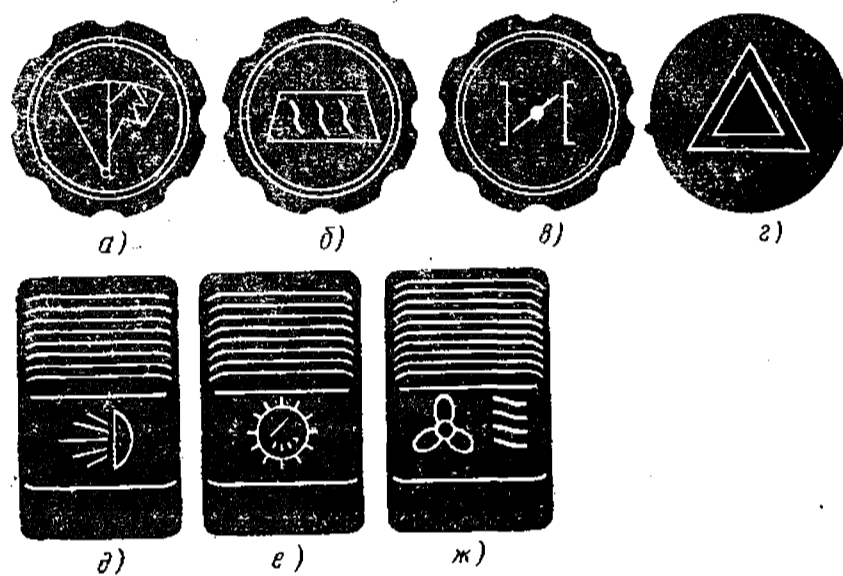
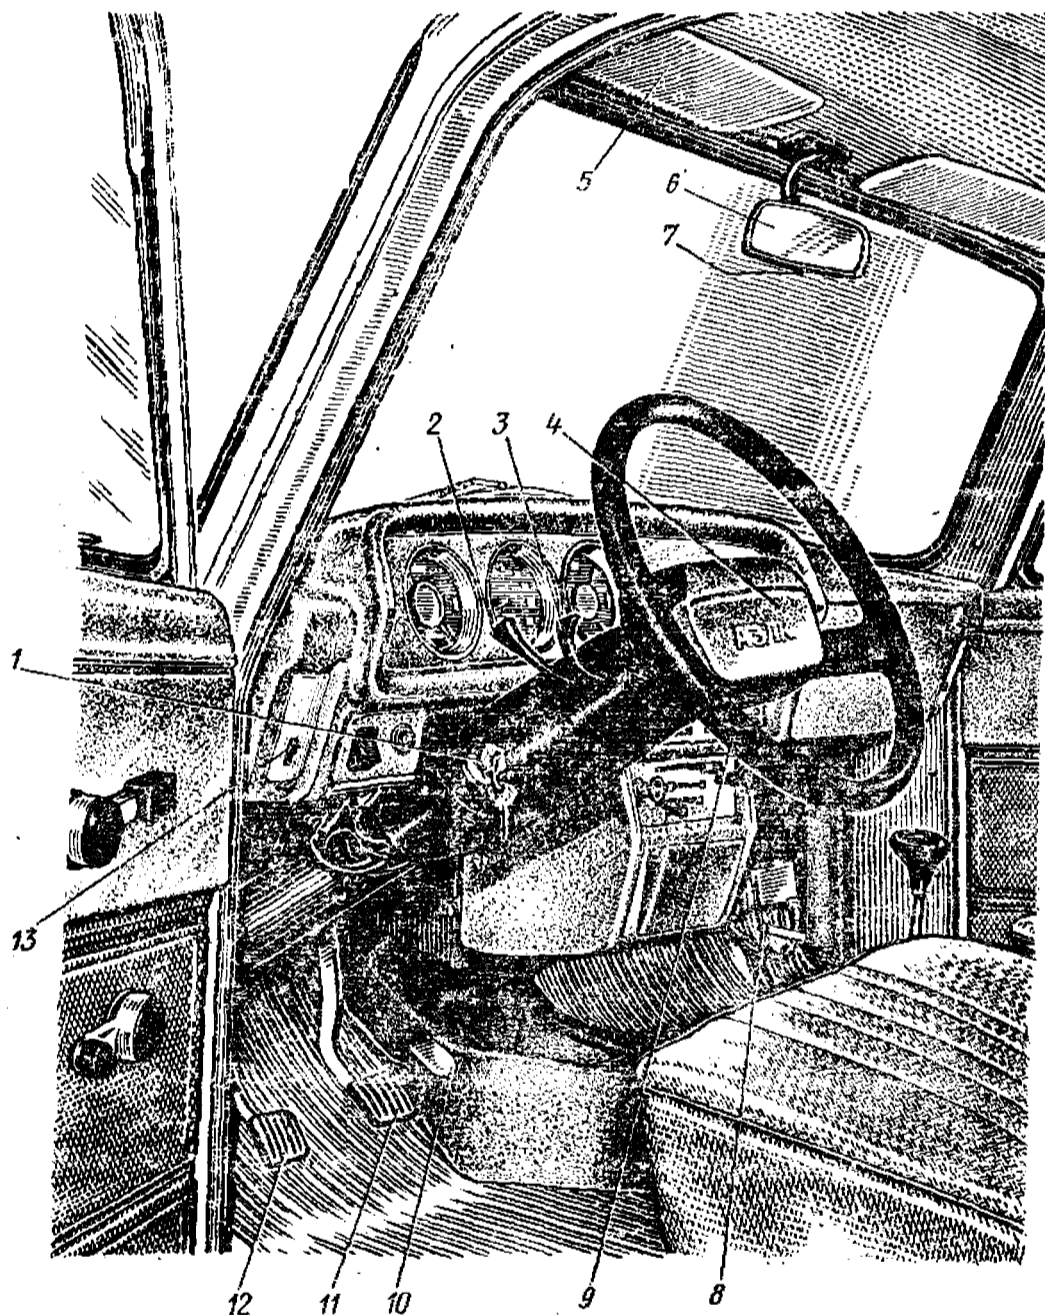

Рис. 24. Символические изображения на торцах ручек и клавиш органов управления:
Рис. 25. Органы управления и оборудование места водителя:
Для удобства пользования ручками и клавишами органов управления, размещенных на панели приборов и под ней, на торцах ручек и клавиш даны символические изображения их функциональных назначений (рис. 24). Расположение органов управления и контрольно-измерительных приборов показано на рис. 25—28.
Выключатель (замок) *1* (рис. 25) зажигания и стартера скомбинирован с противоугонным устройством. Ключ в выключателе (замке) *1* (рис. 26) зажигания может быть установлен в одно из следующих фиксируемых положений:
Рычаг *2* (см. рис. 25) переключателя света фар может занимать три фиксируемых положения (см. рис. 27): *I* — фары выключены; *II* — включен ближний свет; *III* — включен дальний свет. При этом включение света возможно лишь при заранее нажатой клавише *16* выключателя (см. рис. 28) наружного освещения.
**Рычаг 3** (см. рис. 25) переключателя указателей поворота может занимать три фиксируемых положения: среднее — нейтральное, когда указатели поворотов выключены (1, см. рис. 27), и два крайних, соответствующих включению левых 3 или правых 2 указателей поворотов. При последующем вращении рулевого колеса в сторону, противоположную сделанному повороту автомобиля, рычаг переключателя автоматически возвращается в нейтральное положение.
**Выключатель 4** звукового сигнала расположен под мягкой накладкой (см. рис. 25) и приводится в действие при нажатии на нее.